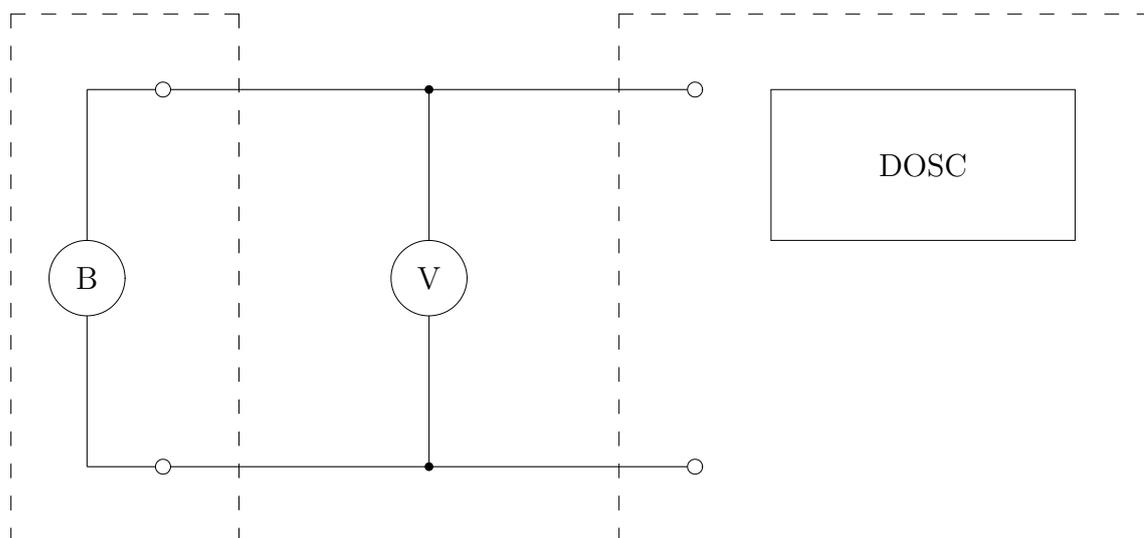

図 3.1: デジタル・オシロスコープによる振幅と時間の測定結線図
1. 図 3.1 のように結線する。
5. 周波数計 F(Hz) と電圧計 V(V) の値を求める。